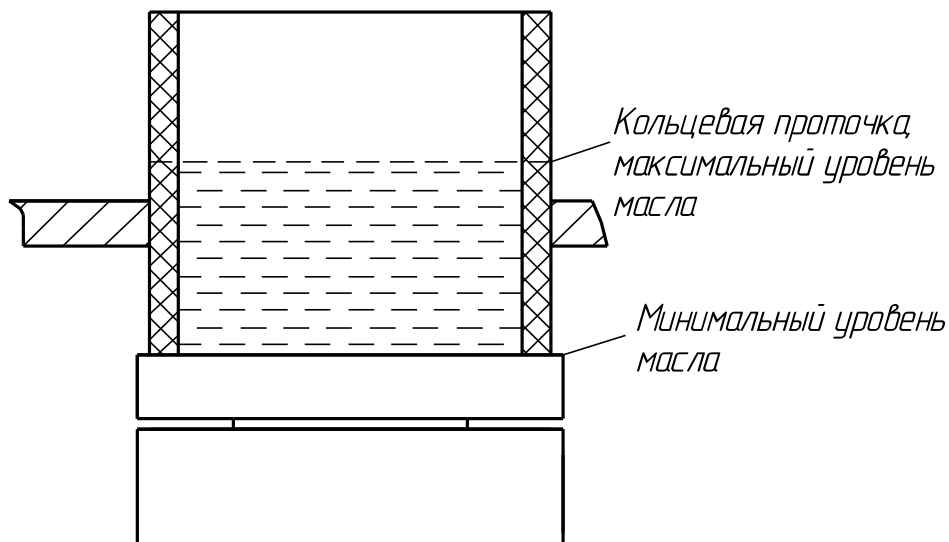

Рисунок 7. Уровень залива масла в стакан
6.7 Залейте масло в стакан до уровня, не превышающего максимальный (рисунок 7). Вентиль сброса давления не устанавливайте.